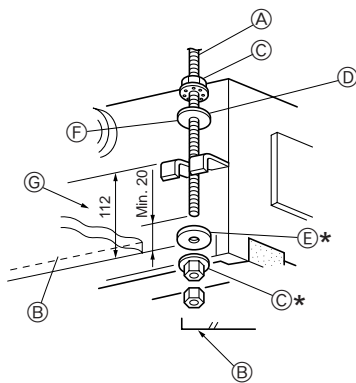

Fig. 2-7
1. Enfiler à l'avance les rondelles d'étanchéité ① ② (fournies) et leurs écrous (à se procurer sur place) dans les boulons de suspension. (Fig. 2-7)